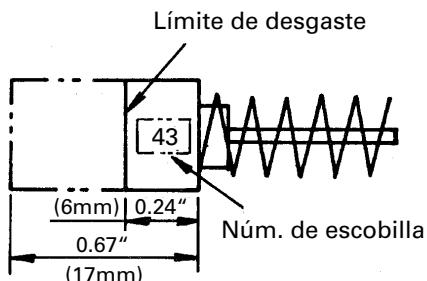

Fig. 6
4. Inspección de la escobillas (Fig. 6)
NOTA: Utilice las escobillas metabo HPT Núm. 43 indicadas en la Fig. 6.